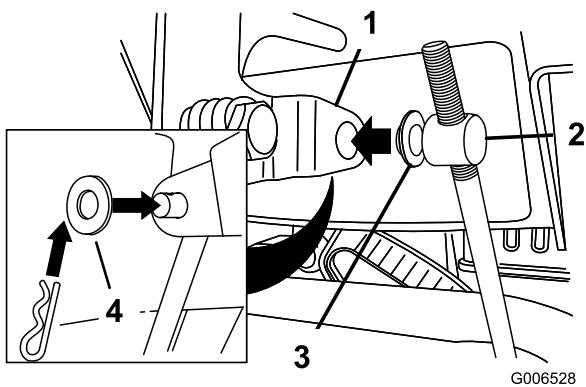

Рисунок 11
3. Выньте спиллинт и снимите внешнюю шайбу с цапфы на верхнем конце штока управления скоростью (Рисунок 11).
Примечание: Для облегчения монтажа оставьте плоскую шайбу на цапфе (Рисунок 11).
- Поднимите шток управления скоростью и вставьте цапфу в отверстие рычага переключения скоростей (Рисунок 11).